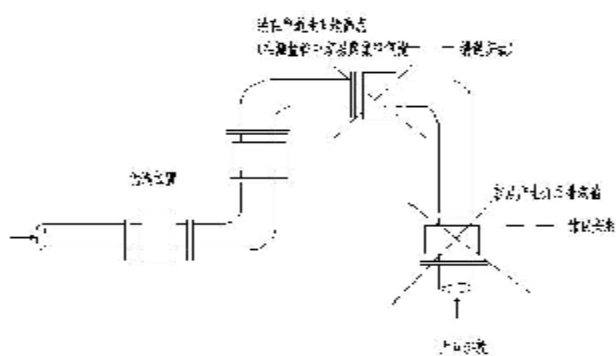

图 1 管道最高点
a. 避免由附带气体引起的测量误差以及由真空引起的对非粘合性 PTF1 和橡胶衬里的损害，参见图 1。